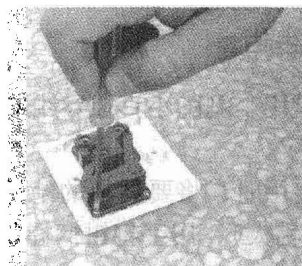

图 1-7 小螺钉旋具的使用方法
(2) 小螺钉旋具的使用 小螺钉旋具一般用来紧固电气装置接线桩头上的小螺钉,使用时,可用手指顶住木柄的末端捻转,如图 1-7 所示。